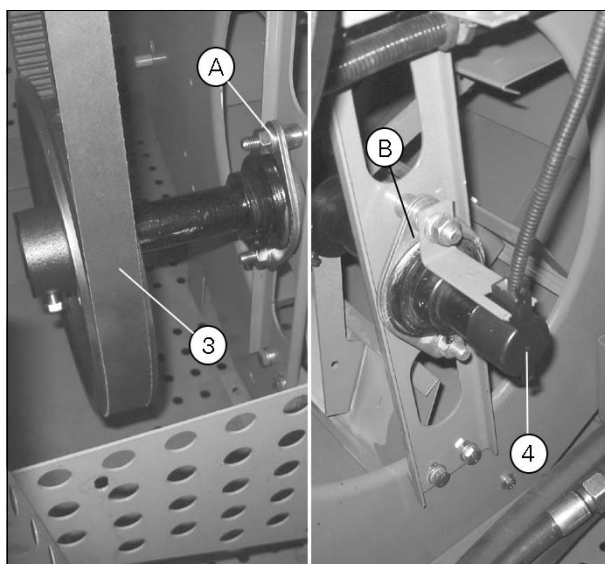

Рис. 2.
8. Снимите внешний подшипниковый фланец с обеих сторон (A) + (B), см. рис. 2.